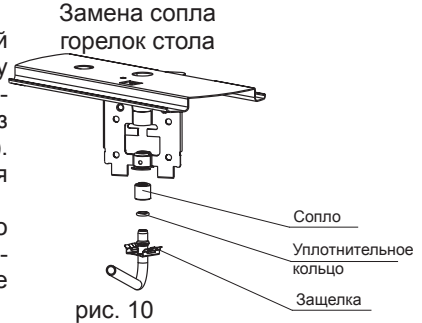

рис. 10
**16.1. Замена сопла при ремонте, а также при переводе на другой тип газа (рис.10, 11):**
**16.1.1. Замена сопел на плитах NGM441 01, NGM441 02 (рис.10)**
5. Снять установленные сопла, для этого отверткой необходимо отсоединить металлическую защелку от отбортовки гнезда держателей сопла и вывести газоподводящую трубку вместе с соплом из гнезда, затем снять сопло с трубки газа (рис.10). Резиновые уплотнительные кольца рекомендуется оставить на трубках;